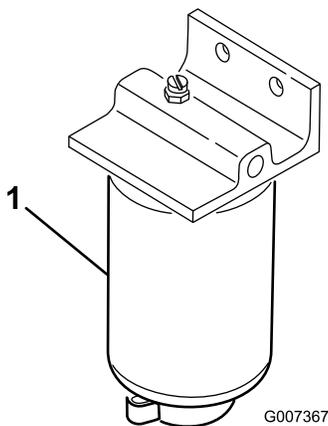

Figura 35
1. Coloque un recipiente limpio debajo del filtro de combustible (Figura 35).